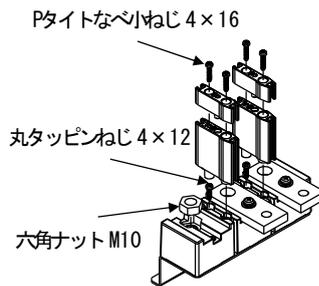

図4
- ※IPDS-400TBについては、パーホルダ、端子バーがセットになっているため、適合の端子台はありません。取り付けは下記(図4・5)のとおり各部品を取り付けてください。